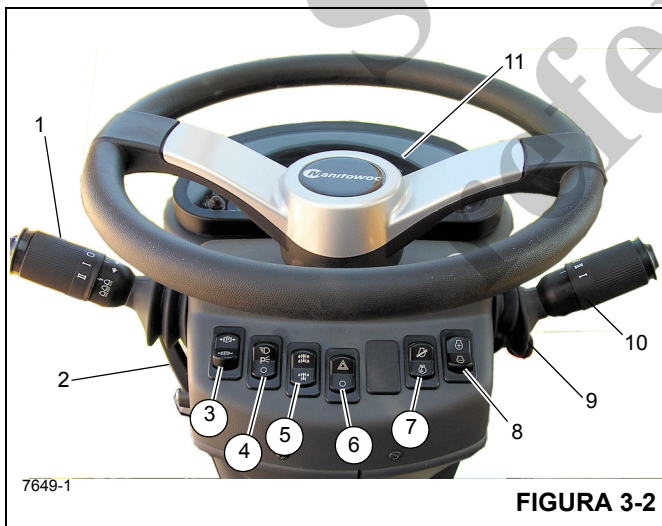

Figura 3-2 - Números de artículos
Todos los controles e indicadores para el uso y monitoreo de las funciones de la grúa se encuentran en el interior de la cabina de la grúa Figura 3-2 e incluyen lo siguiente:
La palanca de los señalizadores de viraje y los controles del limpia/lavaparabrisas (1) (Figura 3-2) se encuentran en el lado izquierdo de la columna de la dirección. Empuje la palanca de señalizadores de viraje hacia abajo para que las luces señalizadoras delantera y trasera izquierdas destellen. Empuje la palanca de señalizadores de viraje hacia arriba para que las luces señalizadoras delantera y trasera derechas destellen.
El conjunto de la columna de dirección en la Figura 3-2 es una columna de dirección telescópica e inclinable tipo pedestal. Tiene la capacidad de inclinarse 30° hacia adelante o levantarse verticalmente aproximadamente 63.5 mm (2.5 pulg). También incluye el interruptor de encendido y la pantalla de medidores del bus CAN (11) (Figura 3-2).
La columna de control de dirección se puede girar hacia adelante a aproximadamente 30° y se puede elevar aproximadamente 63.5 mm (2.5 pulg). Mueva la palanca de control (2) (Figura 3-2) hacia abajo para bloquear la columna de dirección en su lugar; al girar la palanca hacia arriba se desbloquea la columna de dirección para ajustarla.
El control del freno de estacionamiento (3) (Figura 3-2) se encuentra en la parte delantera de la columna de dirección. Este interruptor de dos posiciones (encendido y apagado) sirve para aplicar y soltar el freno de estacionamiento instalado en la línea impulsora. La luz indicadora roja del freno de
El interruptor de faros (4) (Figura 3-2) se encuentra en la parte delantera de la columna de dirección. Este interruptor de tres posiciones (apagado/estacionamiento/faros) controla el funcionamiento de las luces de los medidores, los LED de los controles y las luces de posición en las partes delantera y trasera y los costados de la grúa. Cuando el interruptor está en la posición de encendido, las luces de la columna de dirección y de interruptores se iluminan.
El selector de eje motriz (5) (Figura 3-2) se encuentra en la parte delantera de la columna de dirección. Este interruptor de dos posiciones se usa para seleccionar la tracción en dos (gama alta) o en cuatro ruedas (gama baja). El interruptor regula una válvula de solenoide (energizado para la tracción en dos ruedas) que acciona los cilindros de gama de marcha y de desconexión del eje en la transmisión. Cuando el interruptor está en la posición de tracción en cuatro ruedas, la luz indicadora del eje motriz en la columna de dirección se ilumina.
El interruptor de luces de advertencia (6) (Figura 3-2) se encuentra en la parte delantera de la columna de dirección. Al activarlo, el interruptor de dos posiciones hace que los cuatro señalizadores de viraje destellen al mismo tiempo. Cuando el interruptor se coloca en la posición de encendido, las luces de indicador de señalizadores de viraje en la columna de dirección destellarán.
El interruptor de control de diagnóstico/velocidad del motor (7) (Figura 3-2) es un interruptor de dos posiciones, encendido y apagado, que se utiliza para acceder a los códigos de falla del motor o habilitar el control de ralentí lento y las funciones de velocidad del motor.
código de falla del motor activo, utilice el interruptor de aumento/reducción (8) (Figura 3-2) para navegar hacia adelante o hacia atrás por los códigos de falla. Si no hay códigos de falla del motor, se mostrarán ceros en la pantalla de la columna de dirección.
Función de ralentí del motor — Con el motor en funcionamiento y la parte superior del interruptor de control de diagnóstico/velocidad del motor presionada, se puede ajustar la velocidad de ralentí lento del motor mediante el interruptor de aumento/reducción (8) (Figura 3-2).
Función de ralentí del motor — Con el motor en funcionamiento y la parte inferior del interruptor de control de diagnóstico/velocidad del motor presionada, se puede ajustar la velocidad del motor mediante el interruptor de aumento/reducción (8) (Figura 3-2).
El interruptor de aumento/reducción (8) (Figura 3-2) es un interruptor momentáneo de tres posiciones con la posición en el centro de apagado. Utilice este interruptor para navegar hacia adelante o hacia atrás a través de los códigos de falla del motor o ajustar la velocidad del motor.
Función de diagnóstico — Con el interruptor de encendido en la posición de marcha, el motor apagado y la parte superior del interruptor de control de diagnóstico/velocidad del motor (7) (Figura 3-2) presionada, presione la parte superior o inferior del interruptor de aumento/reducción para navegar hacia arriba o hacia abajo por los códigos de falla del motor que se muestran en la pantalla de la columna de dirección. Si no hay códigos de falla del motor, se mostrarán ceros en la pantalla de la columna de dirección.
Función de ralentí lento del motor — Con el motor en funcionamiento y la parte superior del interruptor de control de diagnóstico/velocidad del motor (7) (Figura 3-2) presionada, presione la parte superior o inferior del interruptor de aumento/reducción para aumentar o reducir la velocidad de ralentí lento del motor.
Función de velocidad del motor — Con el motor en funcionamiento y la parte inferior del motor interruptor de control de diagnóstico/velocidad del motor (7) (Figura 3-2) presionada, el interruptor de aumento/reducción se utiliza para ajustar la velocidad del motor. Presione rápidamente la parte superior del interruptor una vez para ajustar la velocidad del motor al máximo; presione rápidamente la parte inferior del interruptor una vez para ajustar la velocidad del motor a ralentí lento. En caso de que la velocidad del motor esté por debajo del ajuste de velocidad máxima del motor, si se mantiene presionada la parte superior del interruptor, esto causará que la velocidad del motor aumente lentamente; suelte el interruptor una vez alcanzada la velocidad del motor deseada. En caso de que la velocidad del motor esté por encima del ajuste de velocidad mínima del motor, si se mantiene presionada la parte inferior del interruptor, esto causará que la
La palanca de cambios de la transmisión (10) (Figura 3-2) se encuentra en el lado derecho de la columna de la dirección. Esta palanca de control acciona la válvula selectora de la transmisión por medios eléctricos. Si se desplaza la palanca hacia arriba se activan las marchas de avance y si se la desplaza hacia abajo se activan las marchas de retroceso. Cuando la palanca se encuentra en el punto muerto, reposa en un tope. Para poder mover la palanca hacia arriba o hacia abajo, tire de ella hacia arriba primero. Para cambiar la transmisión a primera, segunda o tercera marcha, gire la perilla a la posición 1, 2 ó 3.